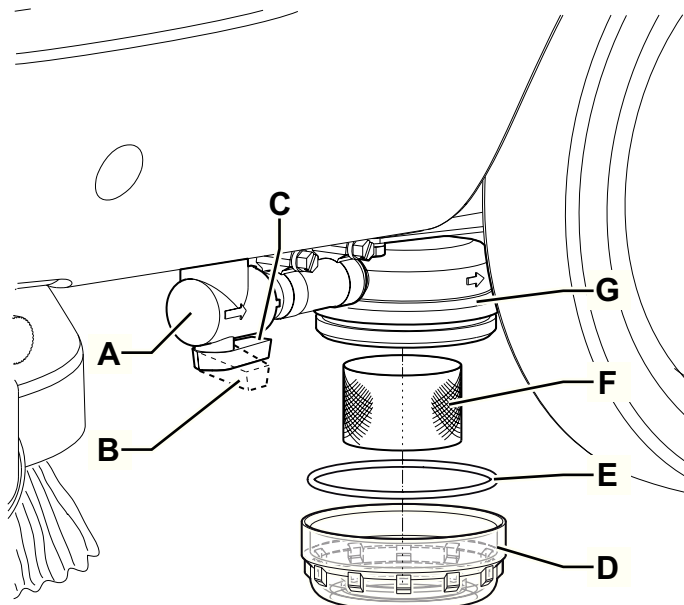

Рис. 7
2. Убедитесь, что сетевой шнур (21) отсоединен от сети электропитания.
3. Закройте кран раствора (A, Рис. 7) под машиной перед задним левым колесом. Кран (A) закрыт, когда находится в положении (B), и открыт, когда находится в положении (C).
4. Снимите прозрачную крышку (D) и уплотнитель (E), затем снимите сетку (F) фильтра. Очистьте и установите их на стойке (G).